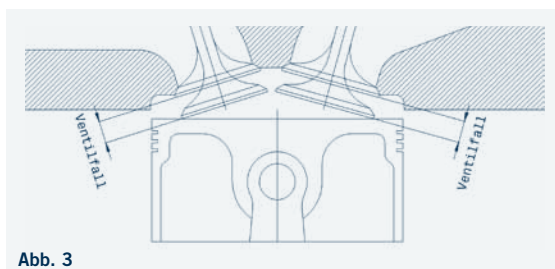

Abb. 3
- Wie groß ist die Fallhöhe der Ventile bis auf den Kolben (siehe Bild 3), wenn der Kolben in OT steht?
Die Winkelerorientierung der Nockenwelle kann in den meisten Fällen mit der Serieneinbauvorschrift eingestellt werden. Jedoch müssen alle Freigängigkeiten sichergestellt werden, insbesondere die Freigängigkeit der Ventile zu den Kolben, Ventildertellerfreigängigkeit und die Freigängigkeit der Nockenwelle im Zylinderkopf (siehe Bild 3;4;6).